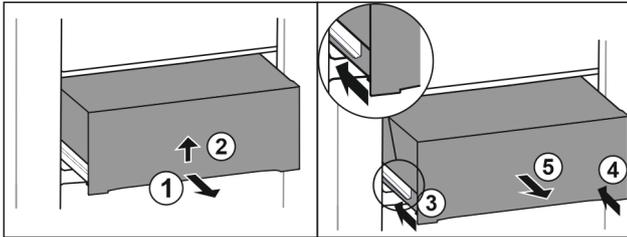

Fig. 60
- ▶ Schubfach halb herausziehen. Fig. 60 (1)
- ▶ Schubfach an der Unterseite anheben. Fig. 60 (2)
- ▶ Linke Schiene einschieben. Fig. 60 (3)
- ▶ Rechte Schiene einschieben. Fig. 60 (4)
- ▶ Schubfach nach vorne entnehmen. Fig. 60 (5)